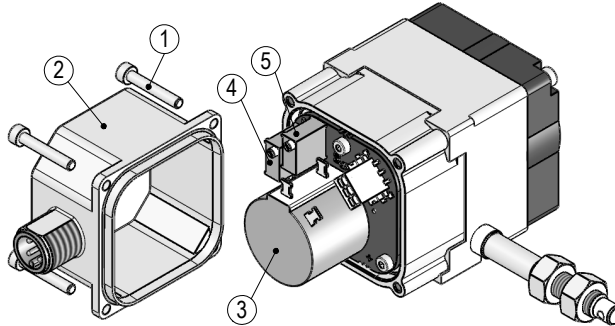

Abb. 15: Einstellen Trimpotitis 0,5/4,5V
Durch zwei Trimpotentiometer Pe ⑤ und Po ④ (siehe Abb. 15) können diese Werte an die tatsächlichen Anfangs- und Endstellungen der Anwendung angepasst werden.